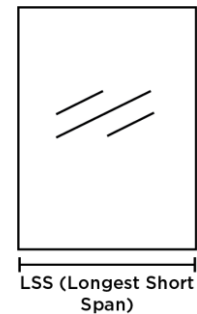

Figure2
**LSS** = La plus grande largeur; coté le plus court. (voir figure 2)